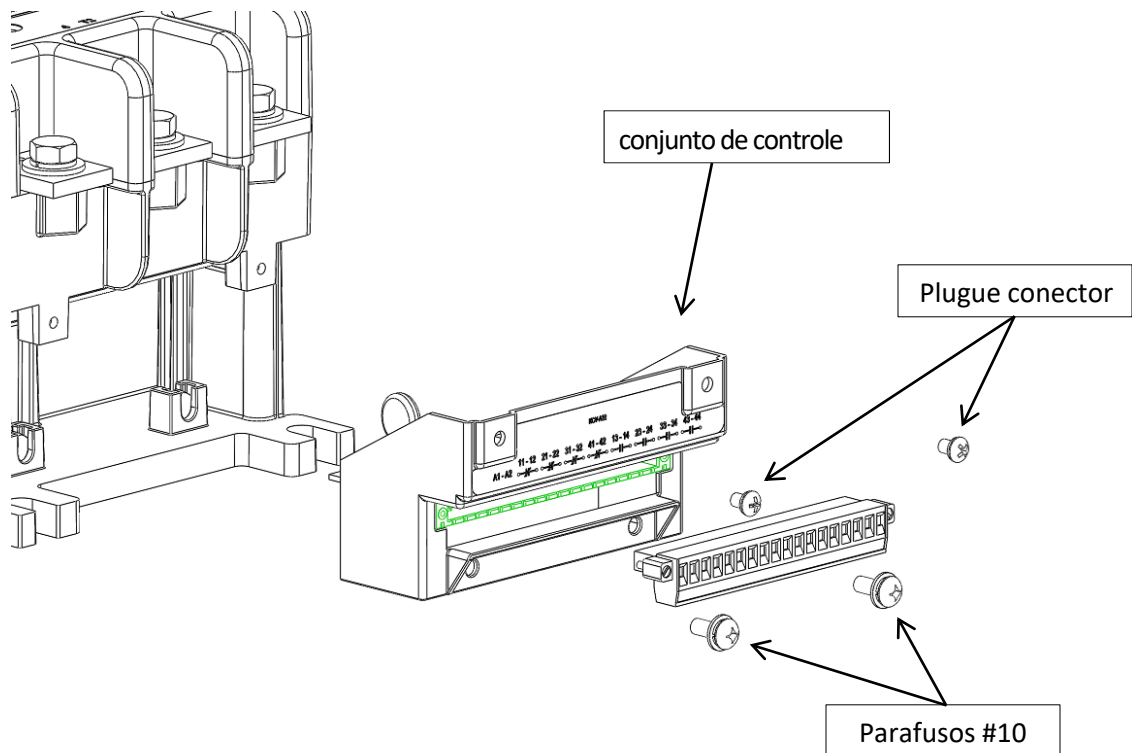

FIGURA 6
2. Remova os 2 (dois) parafusos de máquina #10 inferiores que seguram o conjunto de controle (FIGURA 6).
4. Segure nas laterais do conjunto de controle e puxe-o para fora para remover o conjunto de controle do contator (FIGURA 6).
6. Instale o novo conjunto de controle (FIGURA 6). Primeiro, conecte o conector de quatro pinos ao conjunto de controle. Depois posicione o conjunto de controle para deslizar no contator e empurre-o para dentro. Usando os 2 (dois) parafusos #10 mencionados na etapa 2, parafuse e fixe o conjunto de controle no contator.